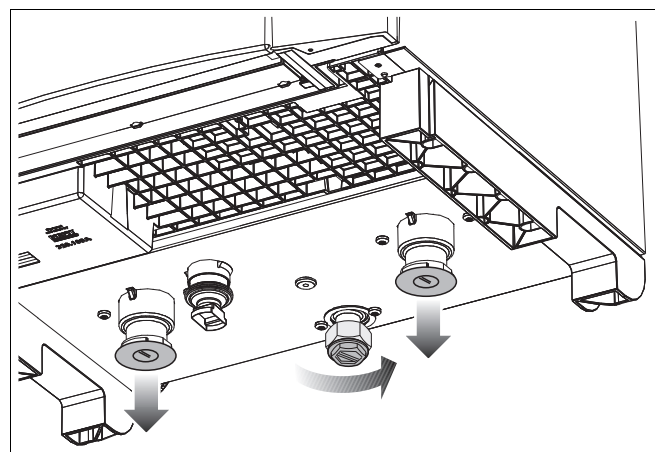

Fig. 9 Verwijderen beschermdoppen
- Verwijder de beschermdoppen (→ fig. 9).